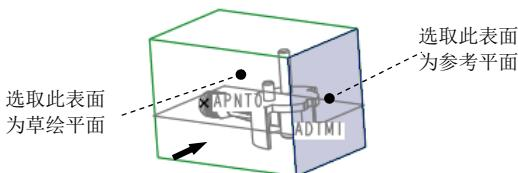

图 10.31 定义草绘平面
(1) 选择命令。单击 **编辑模具体积块** 功能选项卡 **形状** ▾ 区域中的 **拉伸** 按钮，此时系统弹出“拉伸”操控板。
(2) 定义草绘截面放置属性。在图形区右击，从系统弹出的菜单中选择 **定义内部草绘...** 命令；在系统 **选择一个平面或曲面以定义草绘平面** 的提示下，选取图 10.31 所示的坯料表面为草绘平面，接受默认的箭头方向为草绘视图方向，然后选取图 10.31 所示的坯料侧面为参考平面，方向为 **右**。然后单击 **草绘** 按钮。